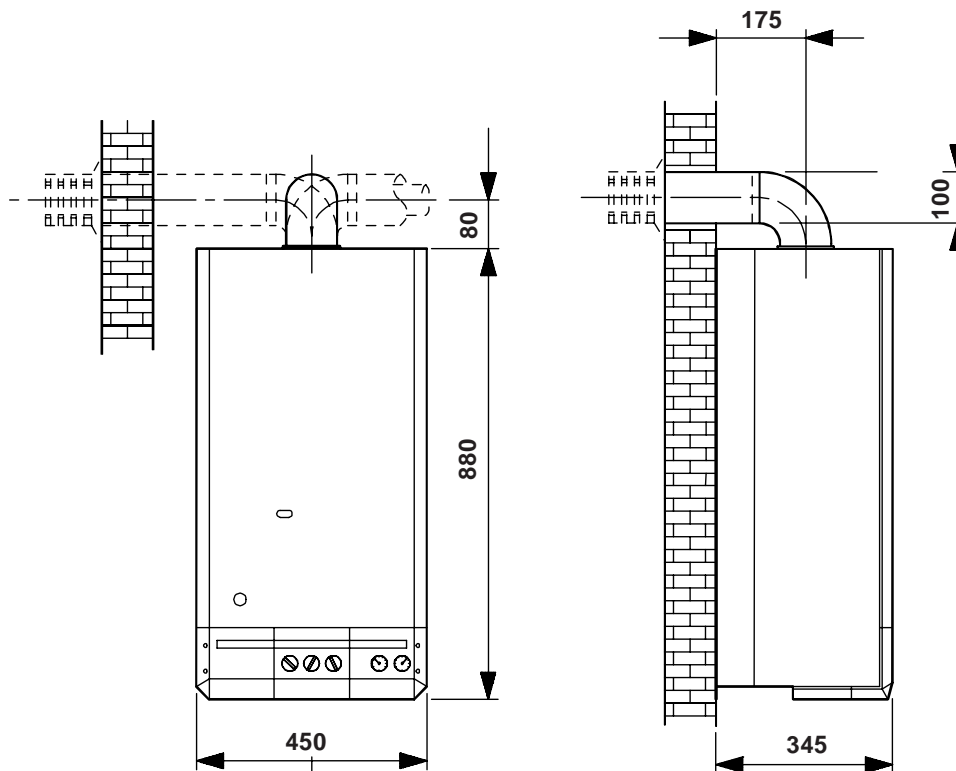

fig. 10/a
**NB:** La longueur maximale admissible de la ventouse concentrique est de 3 m. Jusqu'à une longueur de 1 m, il faut installer le diaphragme, fourni de série dans l'emballage de la chaudière, à l'intérieur du conduit d'évacuation des fumées du ventilateur (voir fig. 10). Toutes les fois qu'un coude supplémentaire est nécessaire, la longueur maximale doit être réduite d'un mètre.